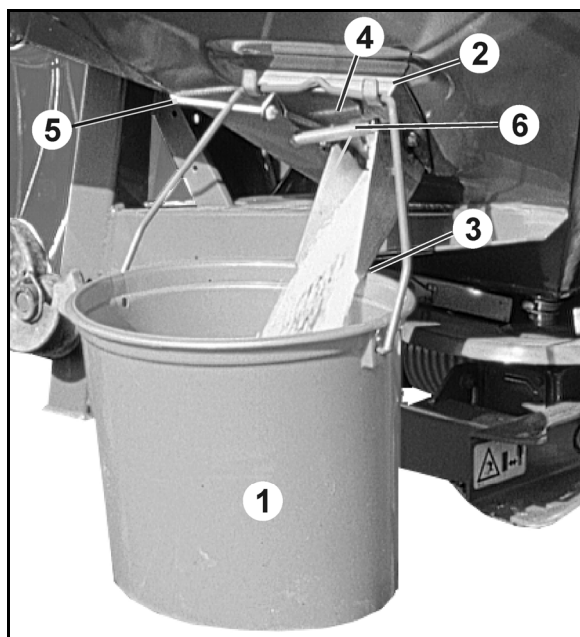

Fig. 64
1. Hæng opsamlingsbeholderen (Fig. 64/1) op på holderen (Fig. 64/2) ved hjælp af bøjlen. Sørg for, at opsamlingsbeholderen går i indgreb i klemmanordningen (Fig. 64/3).
2. Hold sidespjældet (Fig. 64/4) på udløbsrenden helt åben i ca. 5 sek. ved at trække i snoren (Fig. 64/5) (for at sikre en jævn gødningsstrøm). Tøm derefter den opsamlede gødningsmængde tilbage i spredbeholderen.
5. Kør målestrækningen fra start til slut under markbetingelser, dvs. med korrekt og konstant arbejdhastighed. Åbn i den forbindelse sidespjældet (Fig. 64/4) på udløbsrenden helt nøjagtig på målestrækningens startsted ved at trække i snoren (Fig. 64/5) (træk til anslag), og luk spjældet igen ved slutpunktet (når du slipper snore, fører fjederen (Fig. 64/6) sidespjældet til lukket position).